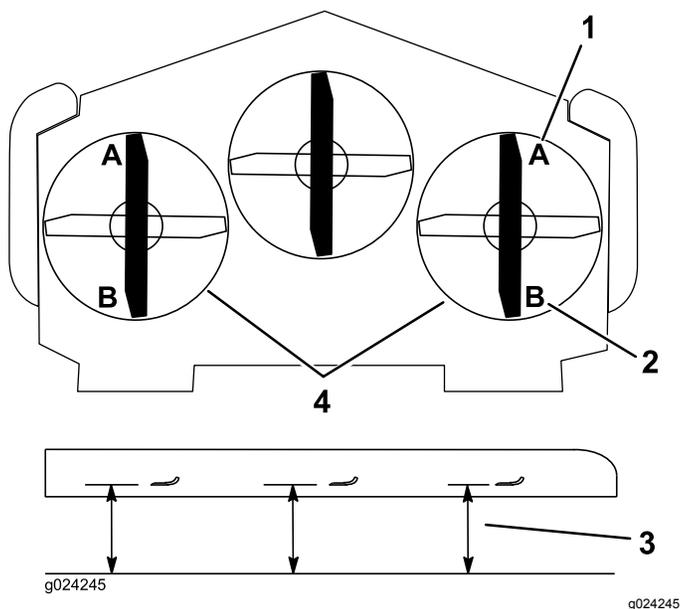

Figure 91
8. De chaque côté du tablier de coupe, mesurez la distance entre la surface plane et la pointe avant de la lame (position A), comme montré à la Figure 91.
14. De chaque côté du tablier de coupe, mesurez la distance entre la surface plane et la pointe arrière de la lame (position B). La distance obtenue doit être de 8,3 cm (3¼ po) (Figure 91).